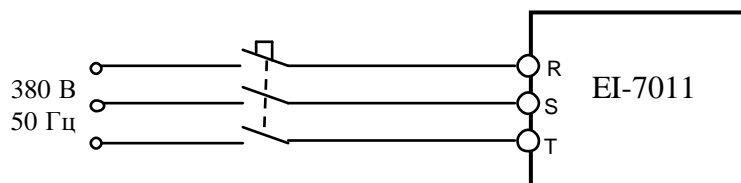

Рис. 4.20. Подключение ПЧ к сети 3ф 380В
4.9.2. Подать напряжение питания 3Ф ~380 В на преобразователь, как показано на рис. 4.20.